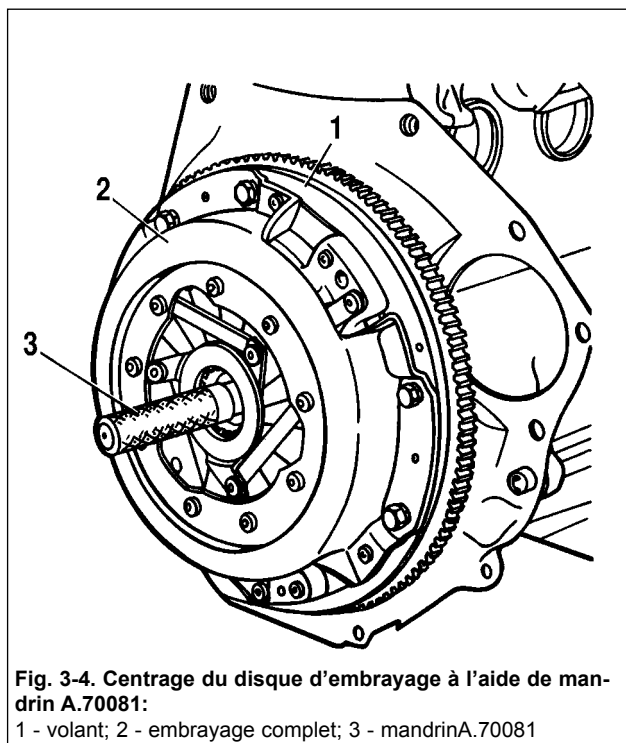

Fig. 3-4. Centrage du disque d'embrayage à l'aide de mandrin A.70081:
- situer le plateau entraîné, la partie saillante de moyeu avec rainure d'anneau, orientée vers la boîte de vitesse, et centrer le disque par rapport au volant à l'aide du mandrin A.70081 imitant le bout cannelé de l'arbre primaire de boîte de vitesse (fig.3-4).
Pour la repose de la boîte de vitesse procéder dans l'ordre inverse de la dépose. Avant l'installation enduire la bout cannelé d'arbre primaire d'une fine couche de la graisse (type ЛСЦ-15 (Литол-24)) et centrer le disque d'embrayage à l'aide du mandrin A.70081 (fig.3-4).